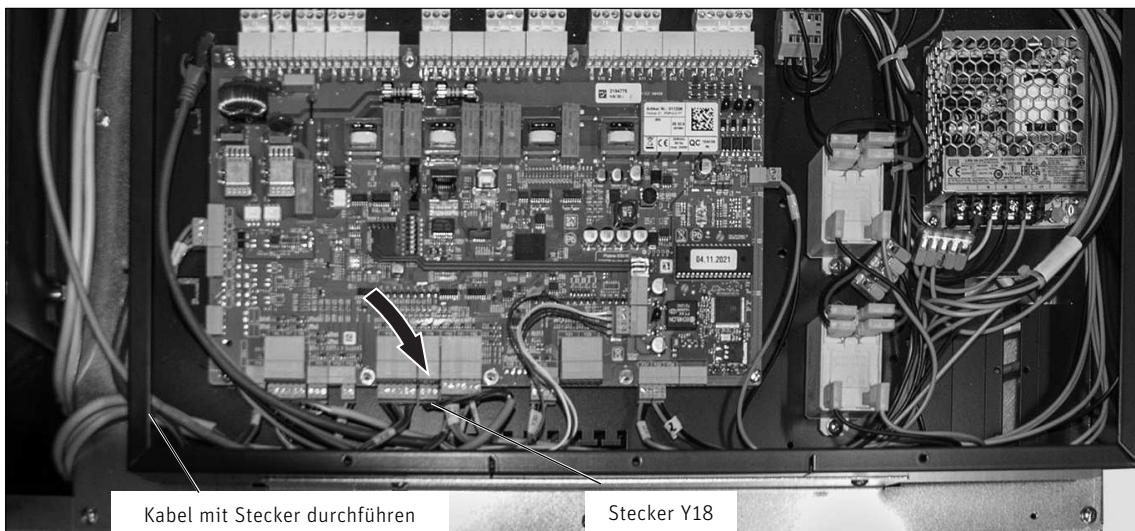

Fig. 51 Näherungsschalter (Stecker Y18) anstecken
- Kabel vom oberen Näherungsschalter Vorratsbehälter mit Stecker ins Schaltfeld führen und an Stecker Y18 anstecken – Fig. 51.